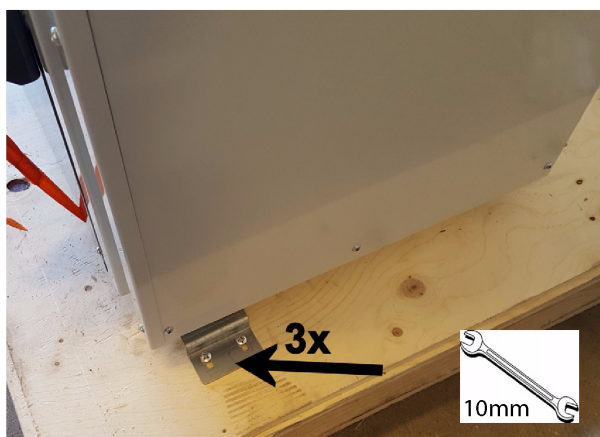

Рис. 5-8: Крепёжный уголок.
5. Открутите три уголка крепления смесителя к поддону (см. Рис. 5-8) — по бокам и сзади.